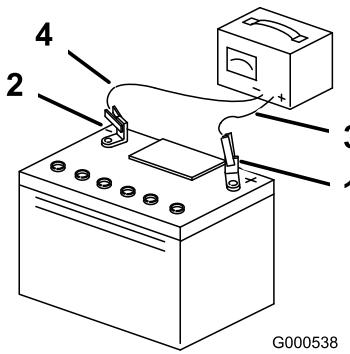

Рисунок 59
3. После полной зарядки аккумулятора отсоедините зарядное устройство от электророзетки, а затем отсоедините провода зарядного устройства от штырей аккумулятора (Рисунок 59).